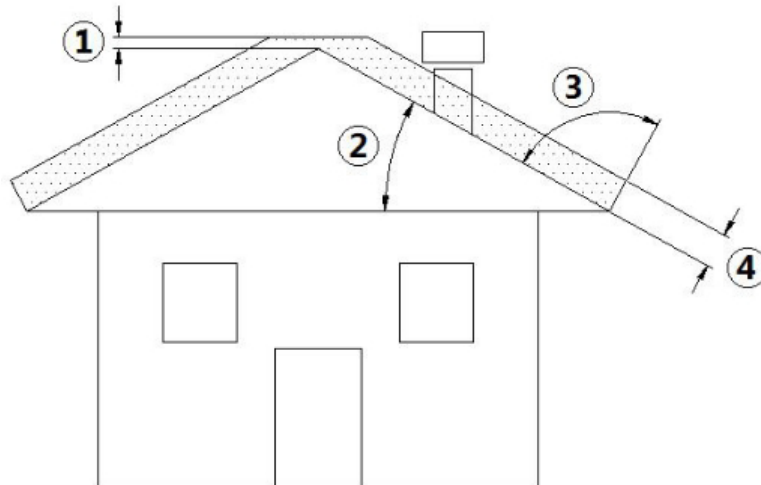

Fig. 3 - Toit en pente
LÉGENDE Fig. 3 à page 41
- La zone d'échappement dans l'atmosphère doit se trouver au-delà de la zone de reflux due à la forme du toit ou à des obstacles se trouvant à proximité (voir **Fig. 3 à page 41**).